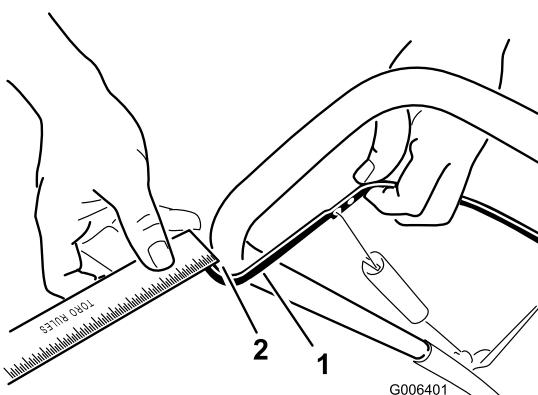

Figure 25
Rapprochez la barre de commande du guidon pour tendre le câble de commande (Figure 25).
Remarque: Vérifiez que la barre de commande et le guidon sont espacés de 2 à 3 mm (Figure 25).
2. Accrochez le raccord en Z à un trou plus haut ou plus bas sur la biellette de réglage de manière à obtenir un écart de 2 à 3 mm entre la barre de commande et le guidon (Figure 25).